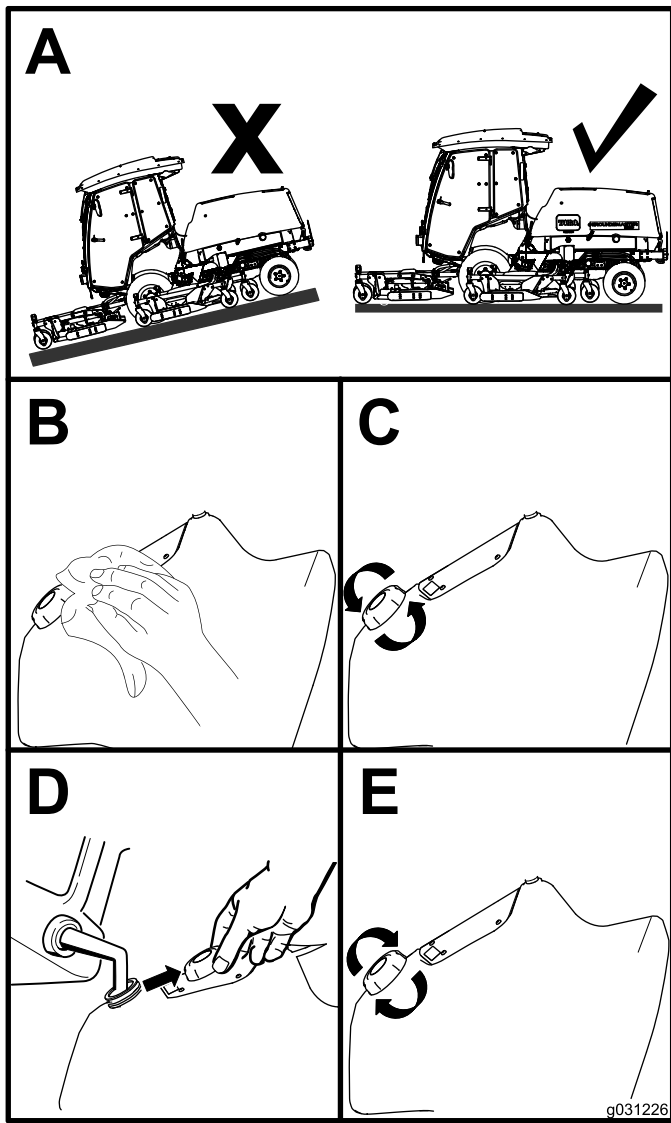

Figure 14
1. Garez la machine sur un sol plat et horizontal (Figure 14).